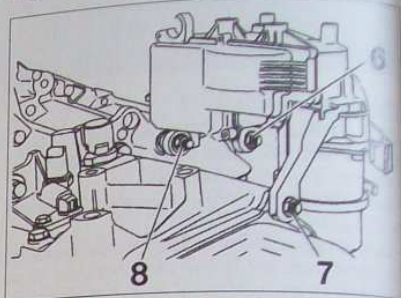

FIG. 10
- Reposer les écrous (8), (6) et (7) jusqu'au contact (Fig.10).